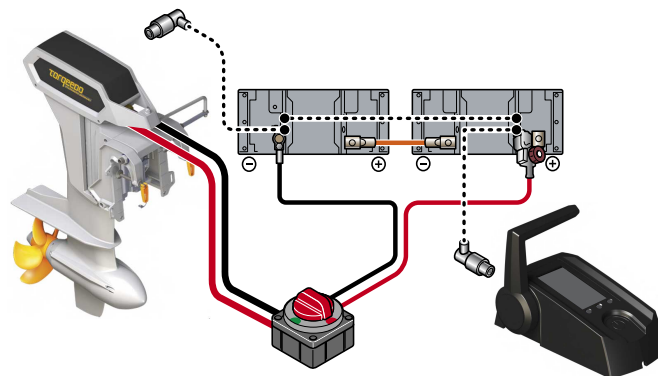

Fig. 53: Esquema de conexiones 26-104
2. Conecte el cable a las baterías, **véase "Fig. 53: Esquema de conexiones 26-104"**.